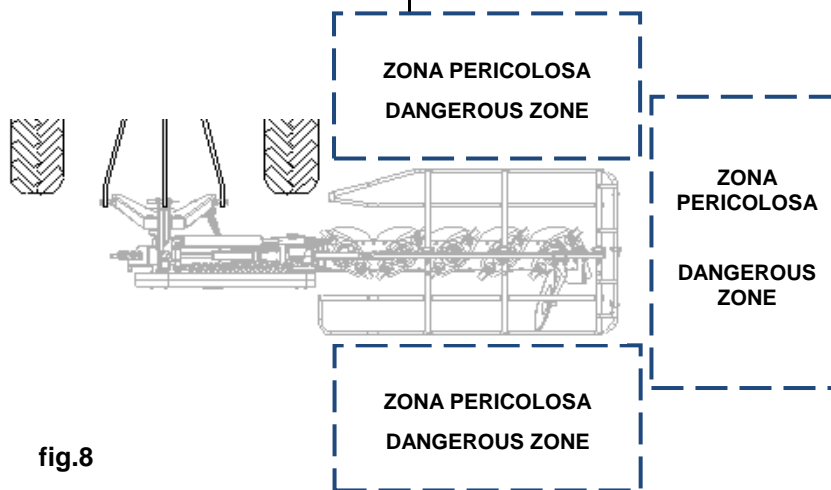

fig.8
- verificare che persone o animali non siano nelle **zone pericolose o di rischio** dell'attrezzatura (mostrate in fig. 8), in quanto non consapevoli di possibili pericoli;
- verify that people or animals are not present in the **dangerous zones** of the equipment (shown in fig. 8) because they are exposed to possible hazards;